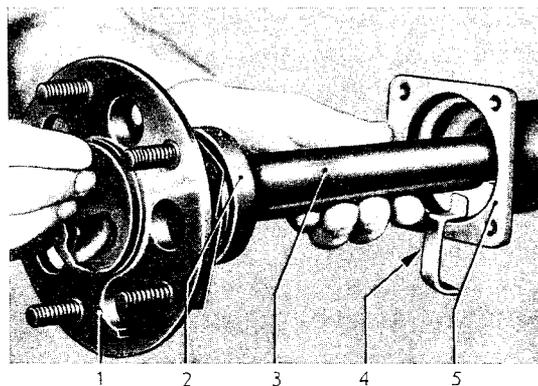

Bild 25 - Hinterachswelle in Hinterachstragrohr einführen – zur besseren Veranschaulichung Hinterradbremse abgenommen
**A n m e r k u n g :** Damit die Lippe bzw. die Lippen des Hinterachswellendichtringes beim Einführen der Hinterachswelle in das Tragrohr nicht beschädigt werden, ist vor dem Einführen der Welle ein Montageblech (25/4) zum Schutz der Lippe bzw. der Lippen auf den Dicht-ring aufzusetzen (Bild 25).